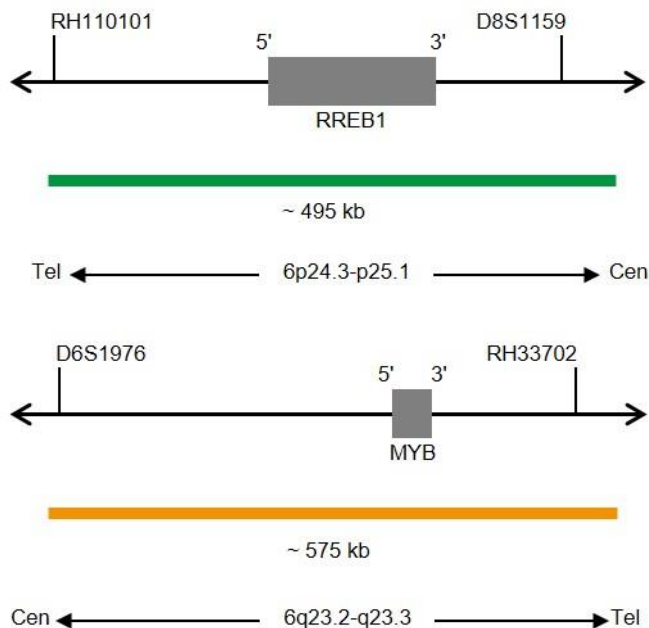

Fig. 1: Cima: SPEC RREB1 Mapa da sonda; Baixo: SPEC MYB Mapa da sonda (sem escala)
- Polinucleótidos (~10.0 ng/ $\mu$ l) com marcação ZyGreen (excitação 503 nm/emissão 528 nm), dirigidos ao mapeamento de sequências alvo em 6p24.3-p25.1\* (chr6:6,913,938-7,406,653) contendo o gene RREB1 (ver Fig. 1).
- Polinucleótidos (~4.5 ng/ $\mu$ l) com marcação ZyOrange (excitação 547 nm/emissão 572 nm), dirigidos ao mapeamento de sequências alvo em 6q23.2-q23.3\* (chr6:135,141,227-135,715,246) contendo o gene MYB (ver Fig. 1).